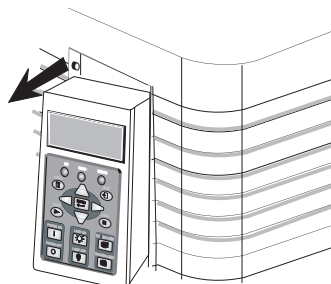

Figura 2-3 Retirada del panel de control (CDP)
1. Sostenga el CDP y empújelo ligeramente hacia un lado. Así, se deja suficiente espacio para liberar el CDP del pasador de montaje situado en ese lado. Libere después el otro lado y tire hacia adelante para quitarlo. Consulte la **Figura 2-3**.